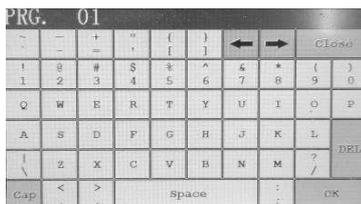

Рис. 12
- В случае необходимости дать название программе, например №1, выберите значок из. 1): на дисплее будет отображена клавиатура (Рис. 12) с помощью которой вы можете